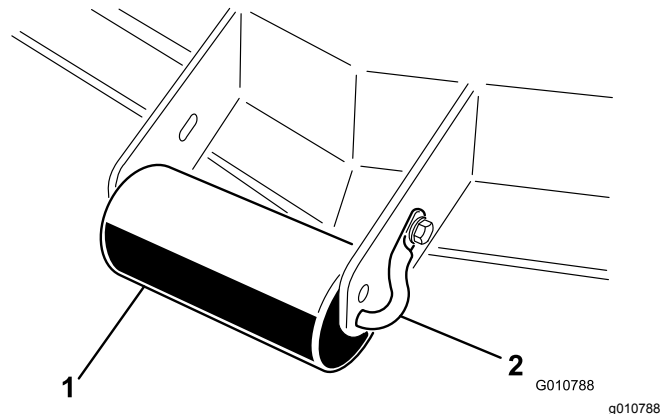

Bild 11
- Entfernen Sie die Kopfschraube und Mutter, mit denen die Rollenwelle an der Schneideinheithalterung befestigt ist (Bild 11).